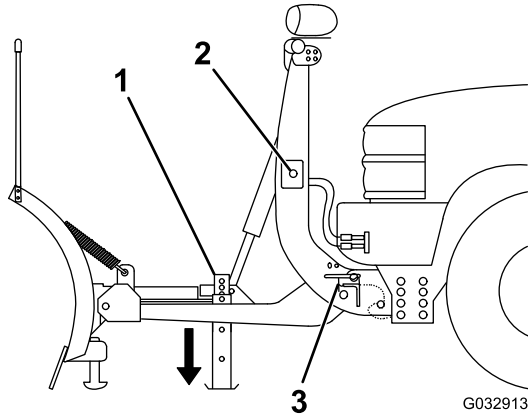

Figure 36
3. Tirez sur la goupille à ressort de la béquille et abaissez la béquille, puis relâchez la goupille pour bloquer la béquille en place (Figure 36).